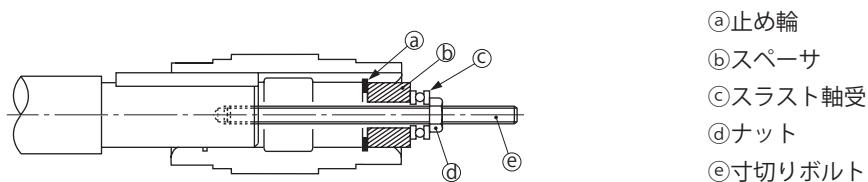

図5-9 取付治具
(2) 被動軸への取り付け
- ①被動軸表面および中空軸内径に二硫化モリブデングリースを塗布し、本製品を被動軸に挿入してください。
- ②はめあいが固い場合は、中空軸の端面を木製ハンマで軽くたたいて挿入してください。この際、ケーシングやオイルシールは絶対にたたかないでください。また、特にはめあいが固い場合、図5-9のような治具をご使用していただければ、よりスムーズに挿入できます。